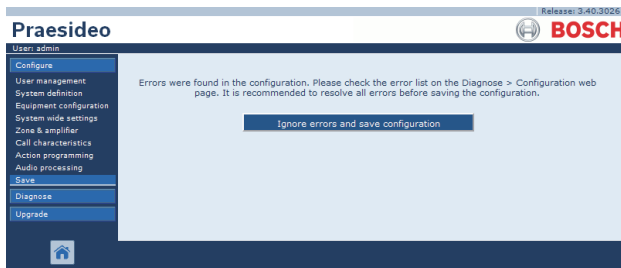

abbildung 41.6: Fenster *Ignore errors and save configuration* (Fehler ignorieren und Konfiguration speichern)
- Werden Beanstandungen gefunden, erscheint eine Meldung, die darauf hinweist, dass zunächst Konfigurationsprobleme gelöst werden müssen. Dennoch ist es möglich, diese Fehler zu ignorieren und die Konfiguration trotzdem zu speichern, um die Konfiguration zu einem späteren Zeitpunkt fortzusetzen. Es erscheint nur eine Schaltfläche: *Ignore errors and save configuration* (Fehler ignorieren und Konfiguration speichern). Siehe abbildung 41.6.